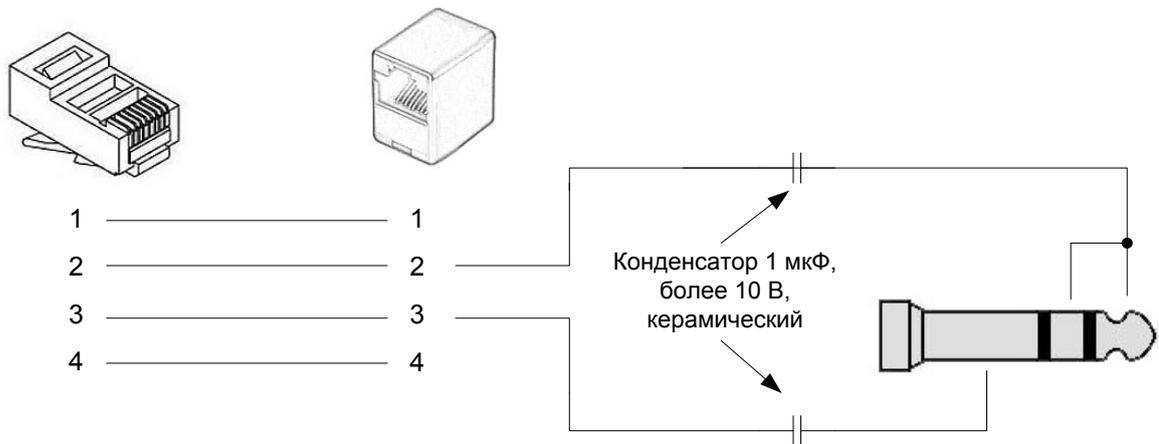

Рисунок 9
–сохраните внесенные изменения, воспользовавшись пунктом меню **«Object» - «Apply»**, рисунок 9;